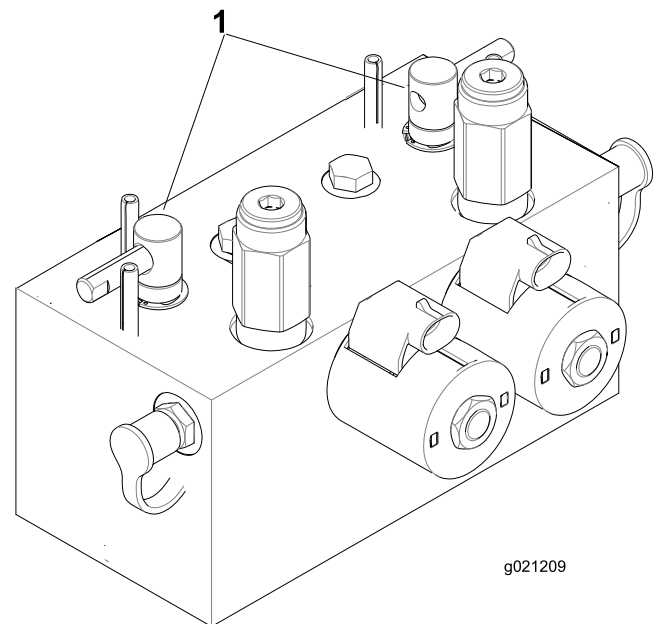

Figura 109
2. Desbloqueie e levante o banco para expor as alavancas de retificação (Figura 109).
5. Selecione as alavancas de retificação dianteiras, traseiras ou ambas para determinar quais as unidades a retificar (Figura 109).